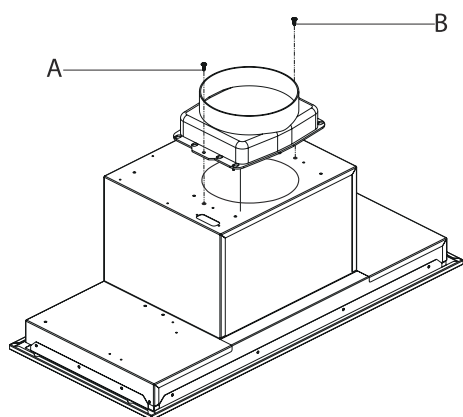

Fig. 12
3. ► Montera utsugsstosen/reduktionsadaptern ovanpå fläkten med 2x 3,5x9,5 skruvar (Fig. 12).